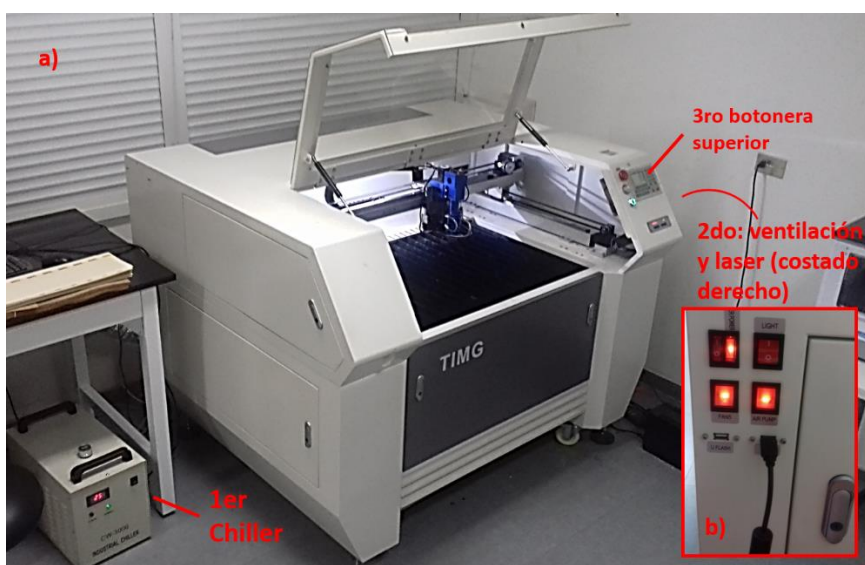

Figura 5 Ubicación de los interruptores para habilitar la cortadora laser
1) Encender maquina en el orden que se presenta en la Figura 5